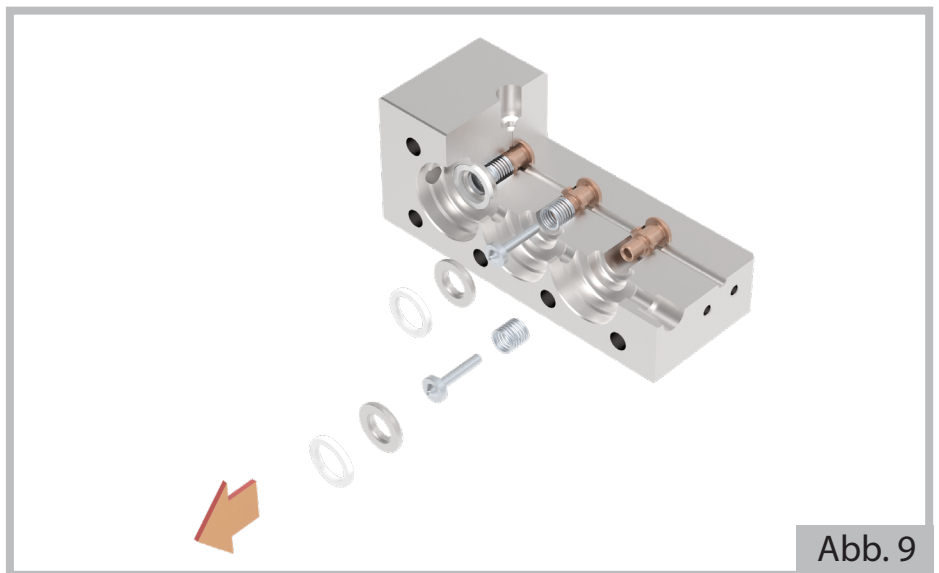

Abb. 9
- d) Die Druckventile mit Hilfe einer Abziehvorrichtung oder einer Schraube M8 entfernen und dabei darauf achten, sie nicht zu beschädigen (Abb. 9 und 10).
Für das erneute Montieren der Teile das im Abschnitt DEMONTAGE DES HYDRAULIKTEILS umgekehrt durchführen und dabei die in Abb. 9 und 10 dargestellte Reihenfolge beibehalten.